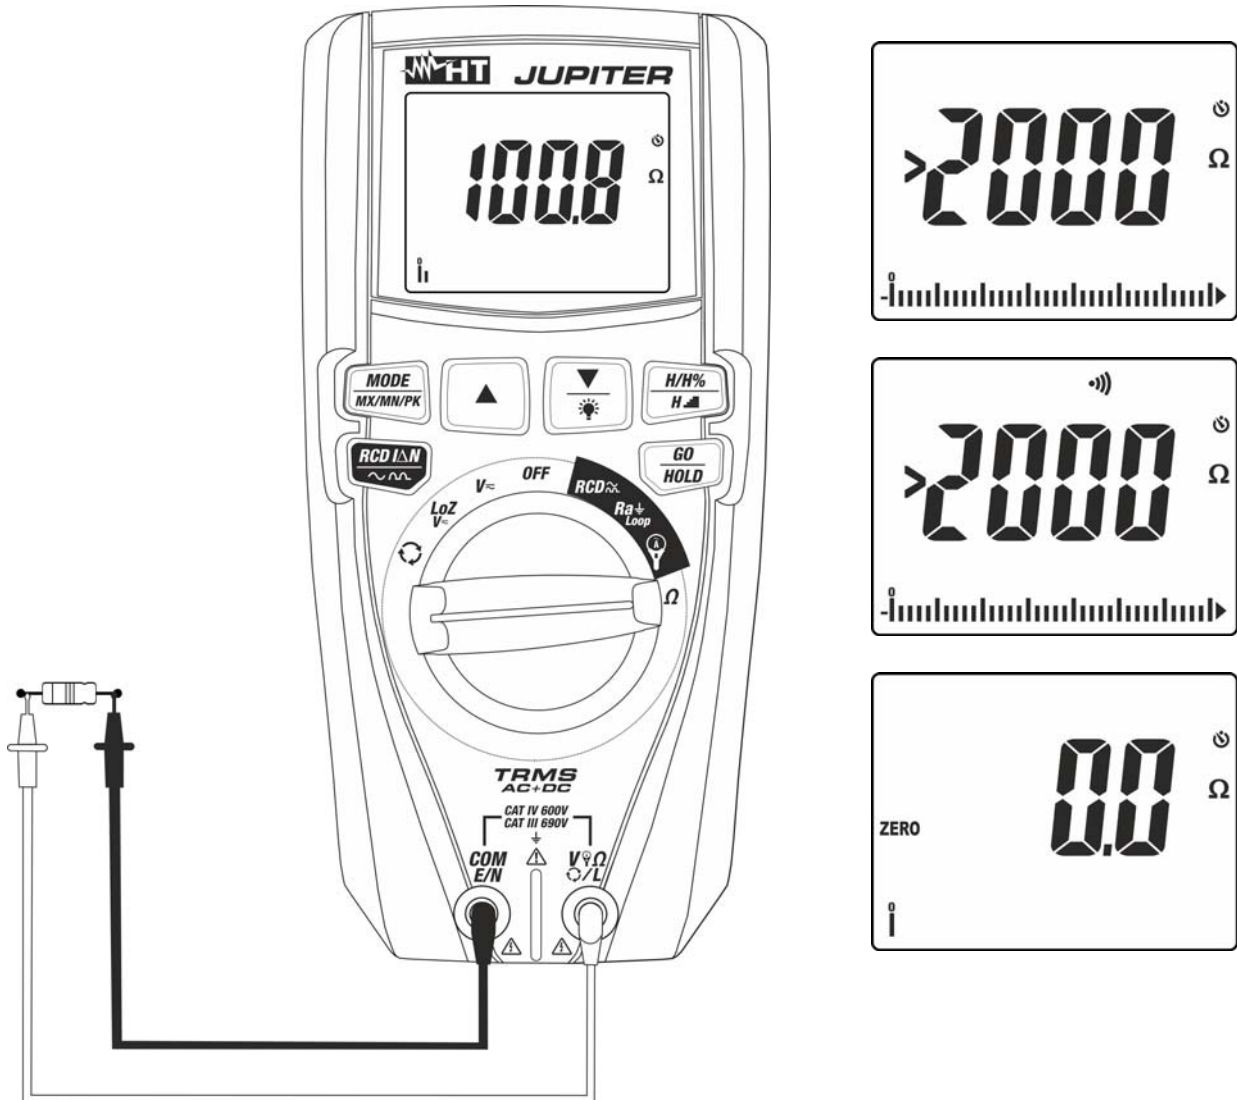

Fig. 11: Uso dello strumento per misura di Resistenza e Test Continuità
4. Posizionare i puntali nei punti desiderati del circuito in esame (vedere Fig. 11). Il valore della resistenza è visualizzato a display
5. Se sul display è visualizzato il messaggio ">2000 Ω " (vedere Fig. 11) si è raggiunto il fondo scala dello strumento